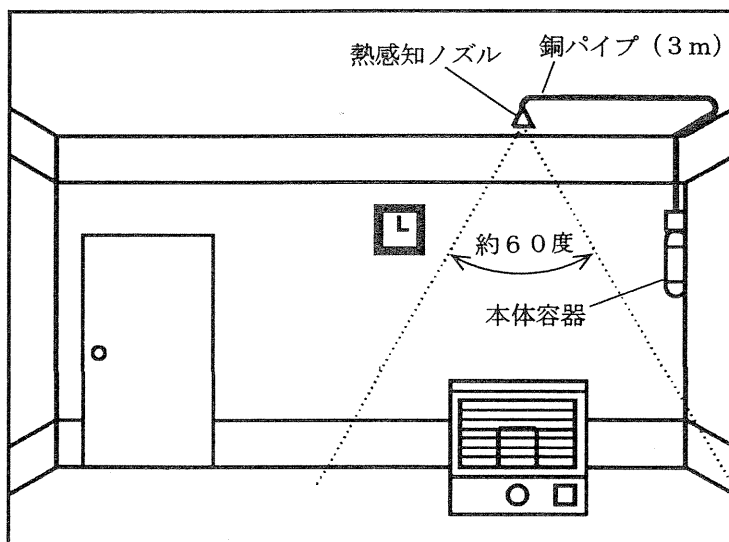

図1
- ◆ 消火薬剤は、ノズルから約60度の円錐状パターンで噴霧状に放射されます。(図1参照) 熱感知ノズルは、上から火元と予想される場所に向け、確実に取り付けてください。
- 銅パイプの長さは3mです。熱感知ノズルから3m以内のしっかりした壁または柱に取付位置を決めてください。(図1参照)